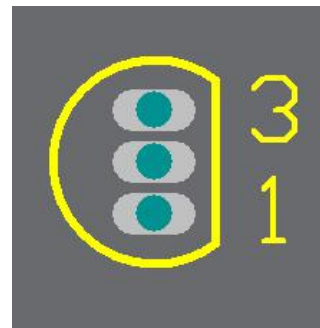

图1-53 晶体管封装
(6) 晶体管 晶体管分为PNP型和NPN型，Altium Designer中晶体管的标识为NPN、PNP，其封装属性为T0系列。Altium Designer中晶体管如图1-53所示。Altium Designer中提供的晶体管封装T0-92A。